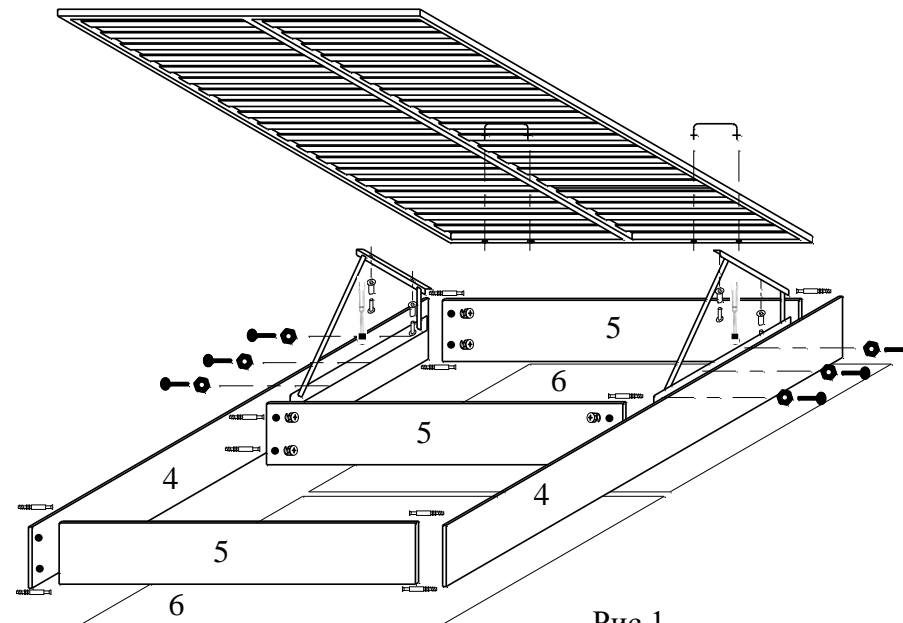

Рис.1
1. Закрепить на нижней части спинок (1,2) и царг (3) подпятники (J) на расстоянии  $\approx 3$  см от края.
2. Вкрутить стержни эксцентриков (С) в предварительно забитые в отверстия втулки на царгах короба (4) и спинке (1).
3. Вставить шайбы эксцентриков (С) в глухие отверстия на царгах (3) и перегородках (5).
4. Собрать короб подъемного механизма (рис.1), закрепив перегородки (5) на царгах короба (4), прижать стержни эксцентриков шайбами (С). Это достигается поворотом шайбы эксцентрика по часовой стрелке при помощи отвертки.
5. Прибить дно (6) к полученному коробу гвоздями (N) со стороны большего расстояния до крепления орт. основания на царгах короба (4).
7. Установить шканты (О) в отверстия на спинках (1),(2).
8. Вставить шайбы эксцентриков (С) и бочонки стяжки (А) в глухие отверстия на царгах (3).